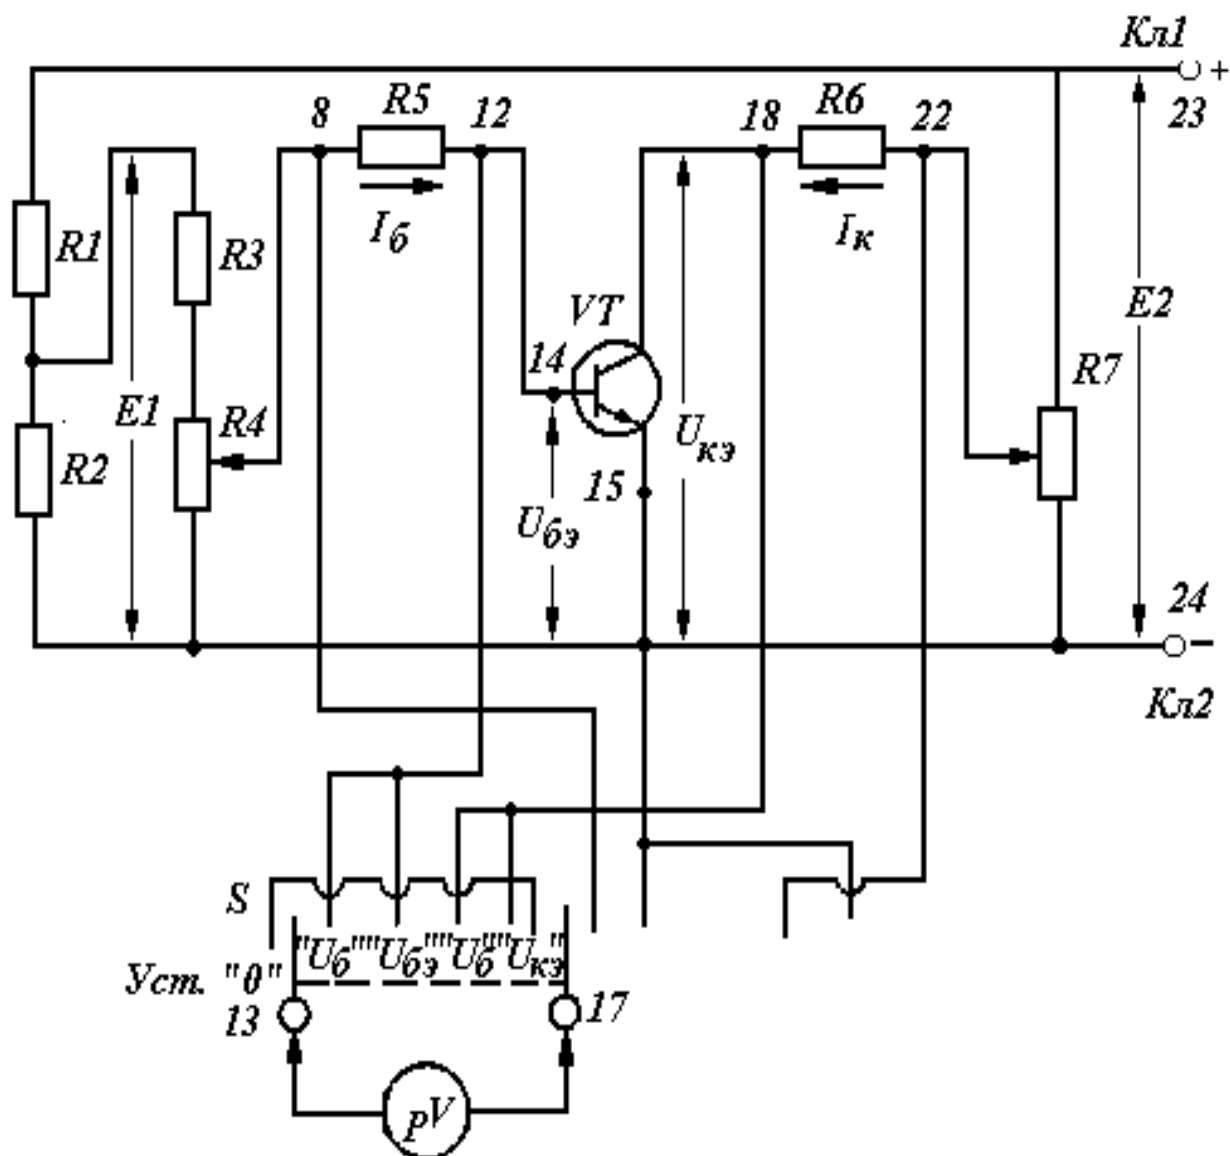

Рисунок 9.8 – Схема электрическая принципиальная для снятия характеристик транзистора по схеме с ОЭ
1.1 Ознакомиться с расположением элементов на лабораторном щитке согласно схеме электрической (рисунок 9.8).